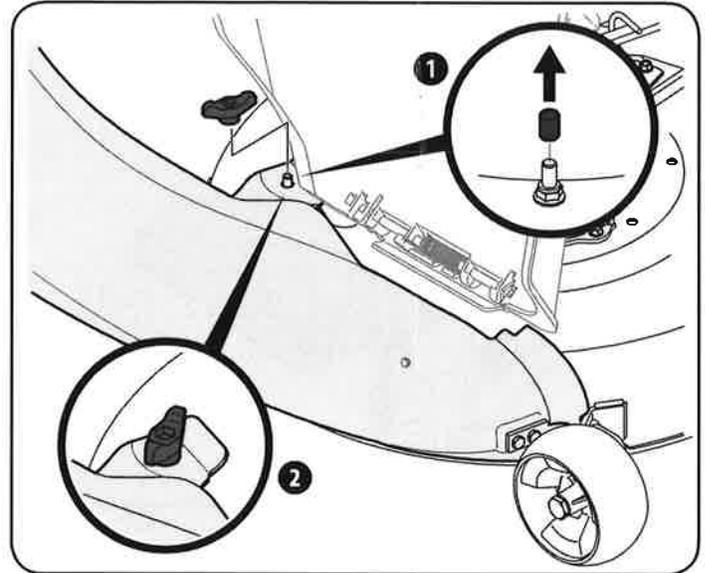

Figura 47
**Nota:** Determine si su cubierta es un modelo más nuevo, o un modelo más antiguo. Consulte el recuadro superior de la Figura 47 Si su cubierta tiene un perno de montaje actual, entonces usted tiene un modelo de cubierta nueva y debería seguir las instrucciones a continuación. Si no espárrago está presente, consulte las instrucciones tituladas En Tractores Con mayores configuraciones de la cubierta más adelante en esta sección.
2. Asegure el codo rampa a la cubierta con el mando del ala 720 a 04122 del paquete de tornillería 689-00318A. Vea la Figura 47.
**Nota:** Si está presente, retire la tapa protectora del perno de montaje de la cubierta de la podadora como se ve en el recuadro superior de la Figura 47.